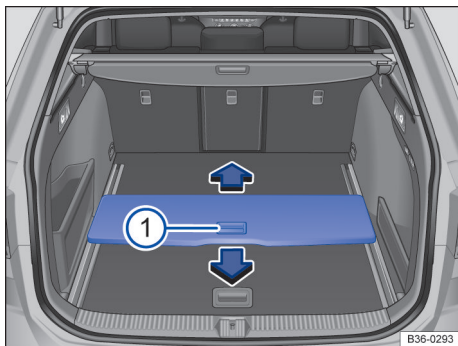

Fig. 182 No compartimento de bagagem: assoalho do compartimento de bagagem deslizante.
- Manter o botão pressionado na alça → Fig. 182 ① e deslocar o assoalho do compartimento de bagagem deslizante sobre os trilhos para frente e para trás.